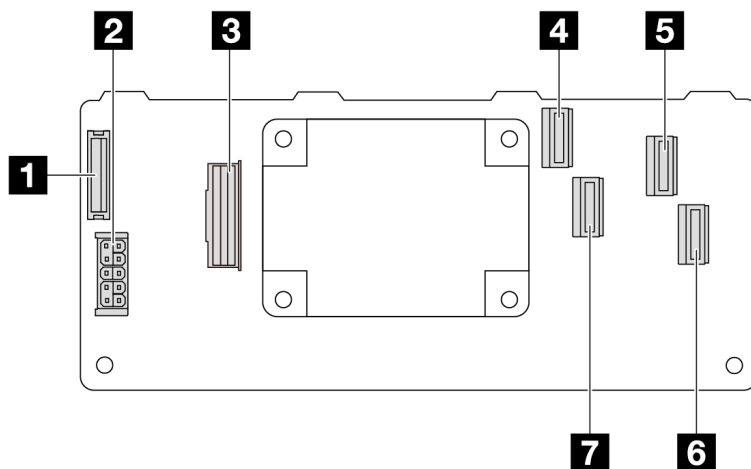

Figura 319. Um adaptador RAID Gen 3 16i CFF (quatro conectores de porta)
- Figura 319 "Um adaptador RAID Gen 3 16i CFF (quatro conectores de porta)" na página 352